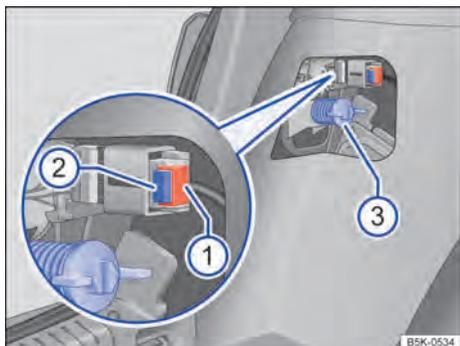

Fig. 200 Lateralmente no compartimento de bagagem: remover a lanterna traseira.
4. Retirar o fusível → Fig. 200 (1). Pressionar o bloqueio → Fig. 200 (2) do conector e retirar o conector.
5. Remover o parafuso de fixação com a mão → Fig. 200 (3).
12. Segurar a lanterna traseira na posição de instalação com uma das mãos e apertar o parafuso de fixação com a outra mão → Fig. 200 (3).
14. Encaixar o conector no suporte da lâmpada e introduzir o fusível → Fig. 200 ①.